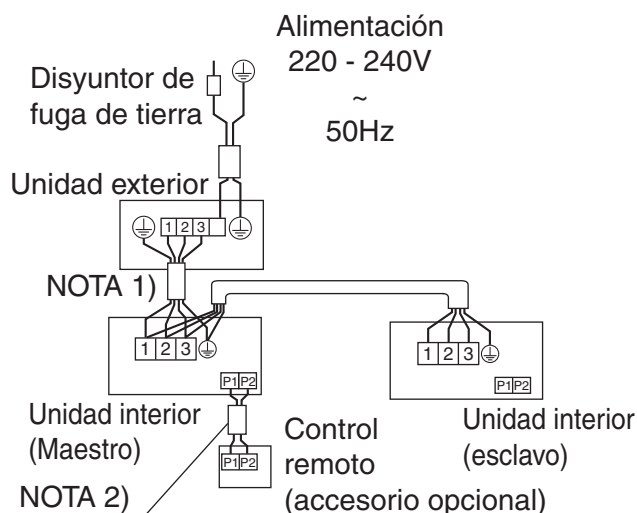

Fig. 32
- **Sistema de funcionamiento simultáneo:** 1 mando a distancia controla 2 unidades interiores (las 2 unidades interiores funcionan igual). (Refiérase a la Fig. 32)